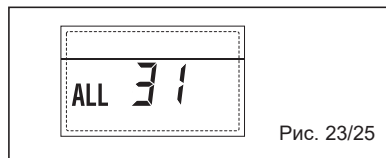

Рис. 23/25
– НЕПОЛАДКА КОНФИГУРАЦИИ СИСТЕМЫ С ТРЕМЯ ЗОНАМИ “ALL 32” (Рис. 23/26)